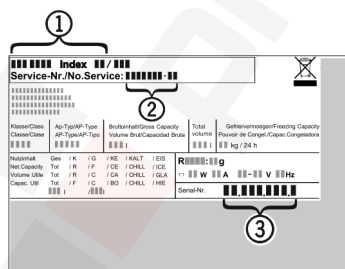

Fig. 11
- ▶ A készülék megnevezését Fig. 11 (1), a szerviz- Fig. 11 (2) és sorozatszámot Fig. 11 (3) a típus tábláról olvassa le. A típus tábla a készülék belsejében baloldalon található.
- ▶ Értse a vevőszolgálatot a hibáról, és adja meg neki a készülék megnevezését Fig. 11 (1), a szerviz- Fig. 11 (2) és a sorozatszámot Fig. 11 (3).